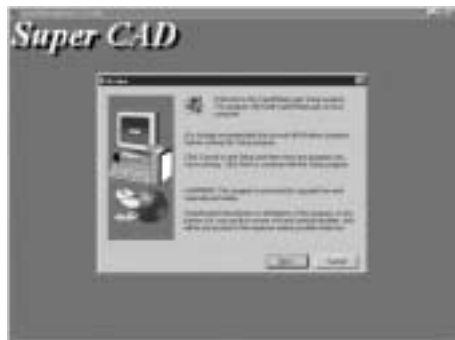

图 1.1 安装介绍画面
2. 进入 Super CAD 的介绍画面, 如图 1.1 所示: